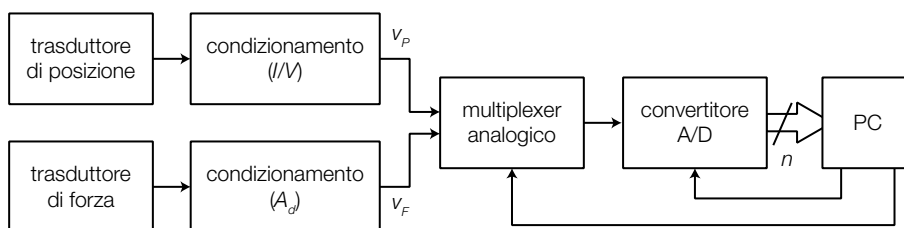

FIGURA 1 Schema a blocchi del sistema di acquisizione.
- Il sistema di acquisizione, il cui schema a blocchi è riportato in FIGURA 1, presenta due ingressi, costituiti dai trasduttori di posizione e di forza. Le grandezze elettriche prodotte dai trasduttori (corrente e variazione di